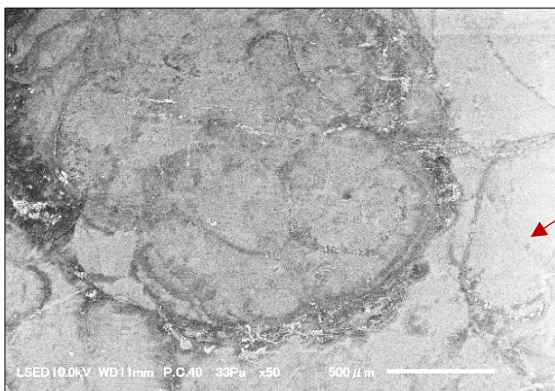
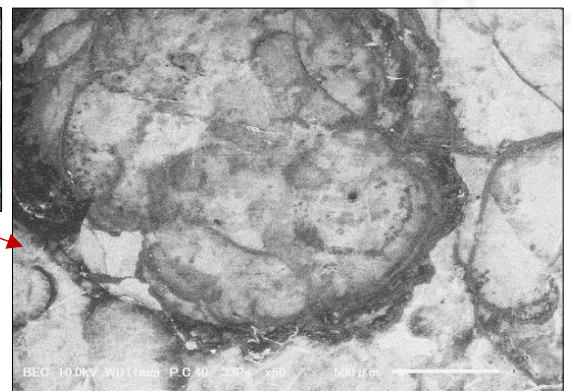

Fig.4 二次電子像
Fig.5 反射電子組成像
■ 走査電子顕微鏡では二種類の像で撮影しています。二次電子像(Fig.4)は表面の凹凸情報が得られますが、反射電子像(Fig.5)で観察することで、より鮮明に汚れを見ることができます。これは反射電子放出率が原子番号に依存するために行われる組成コントラストによるもので、コップと組成が異なるものが付着していることを示しています。